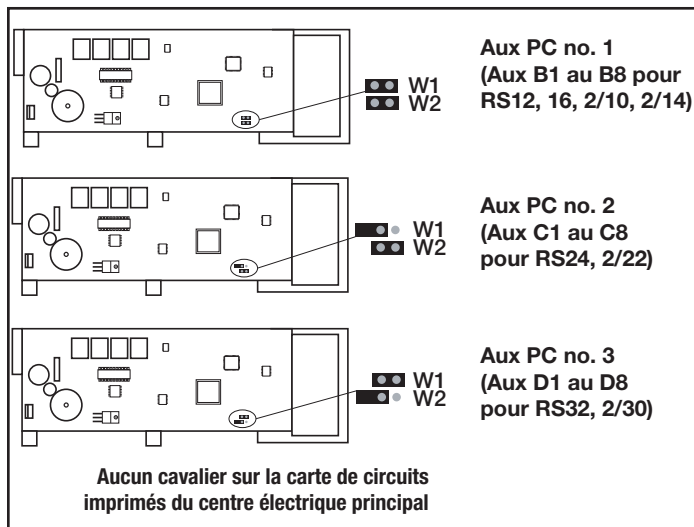

Figure 23. Mise en place des cavaliers pour plusieurs centres électriques auxiliaires
- Ne jamais mettre plus de deux (2) câbles dans chacune des broches de la barre de bornes rouge à 4 broches (utilisez un panneau Multiplex Jandy®).
- Si plus d'un centre électrique auxiliaire est installé, installez les cavaliers comme indiqué à la figure 23.